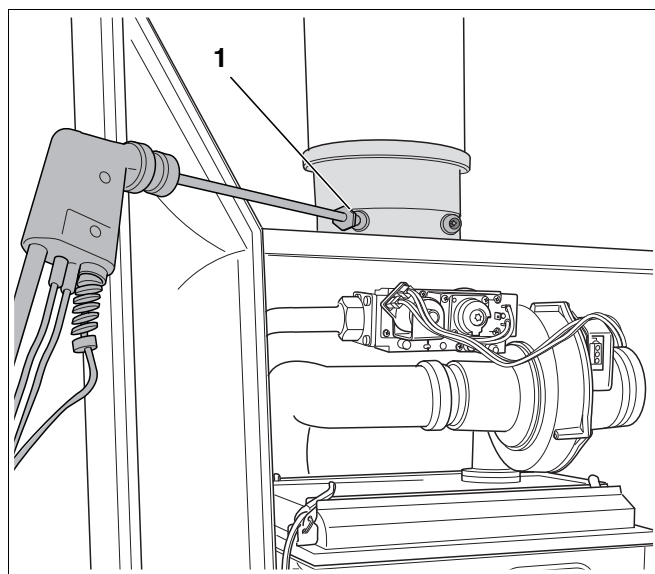

Рис. 86 Измерение содержания окиси углерода
- Снять колпачок с штуцера для замера параметров дымовых газов (рис. 86, поз. 1).
- Подсоединить газоанализатор к левому измерительному штуцеру (рис. 86).
- Измерить на штуцере для измерения параметров дымовых газов (рис. 86) содержание окиси углерода.
- Отсоединить газоанализатор, снова установить колпачок на штуцер для замера параметров дымовых газов (рис. 86, поз. 1).